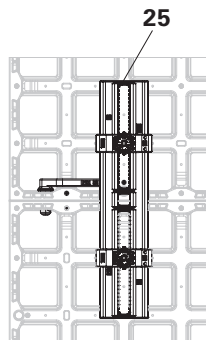

Fig. B10.03a
Monter la filière de compensation DUO 62 (25) dans chaque jonction horizontale. (Fig. B10.03a)